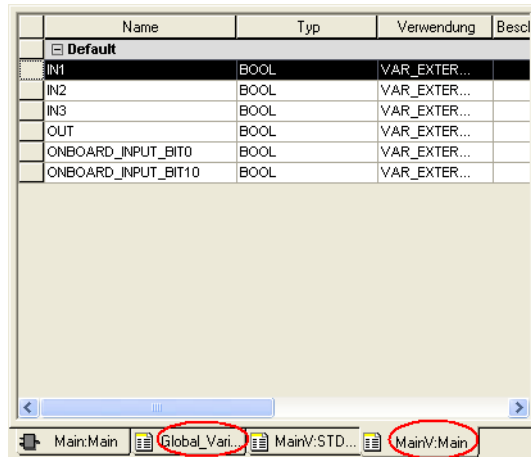

Bild 8-9 Variable löschen
- Löschen Sie in diesem Fall die nicht verwendeten Variablen aus den Anzeigen der in Bild 8-9 dargestellten Reiter („Global\_Variables“ und „MainV:Main“).